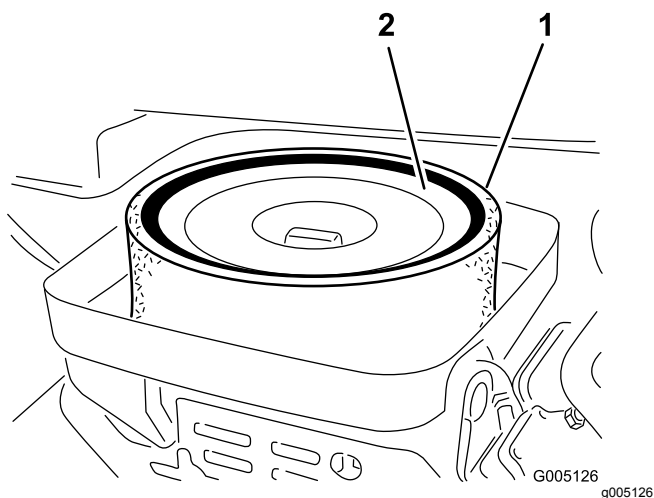

図 27
3. エレメントをエアクリーナに固定している蝶ナットを外す 図 27。
4. スポンジ 図 27 を点検し、汚れていればペーパーエレメントから外す。以下の要領で丁寧に清掃してください